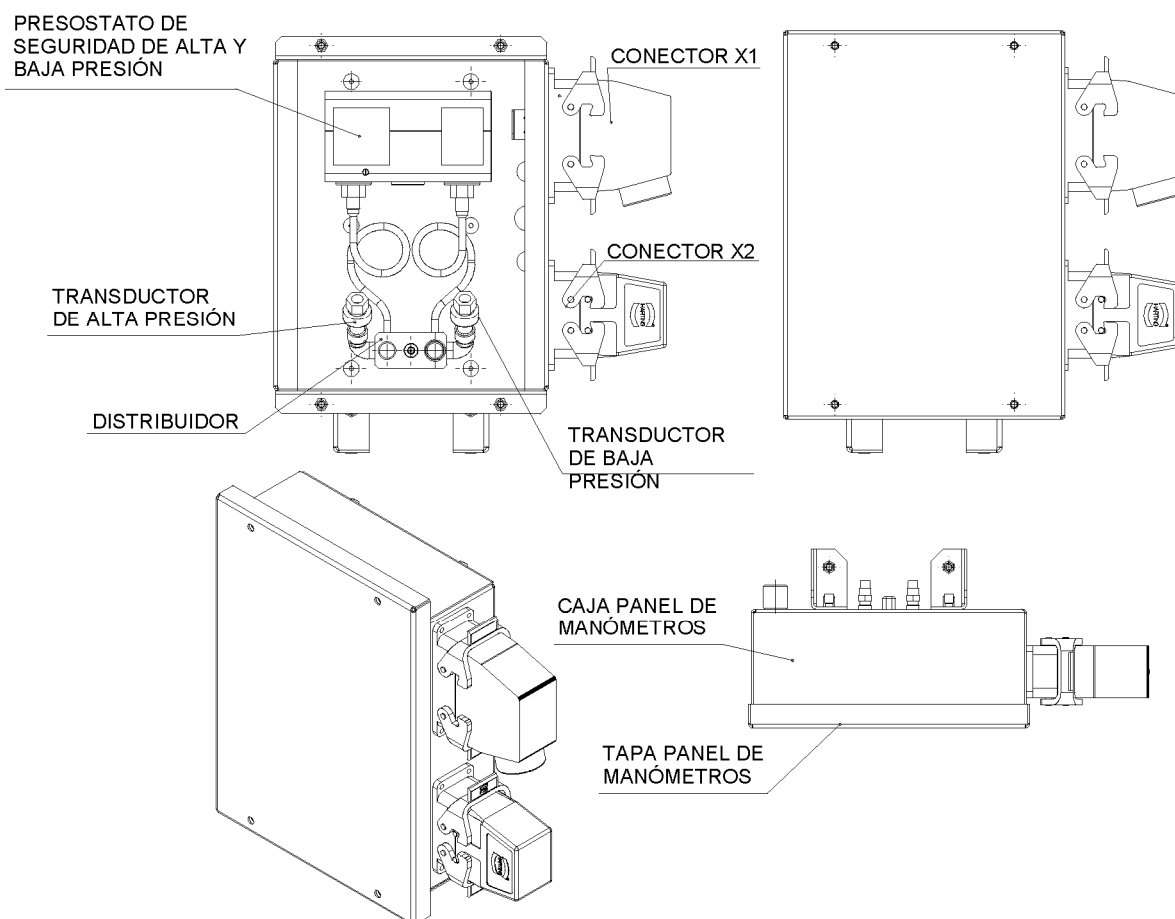

Figura A-6. Panel del control de refrigeración
A.3.1.2 Panel de control de refrigeración (Figura A-6)